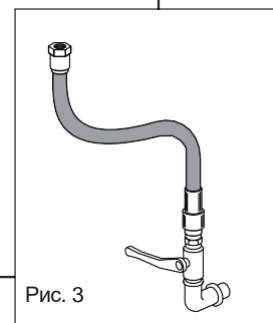

Рис. 3
На входе основной линии подачи газа должен быть установлен предохранительный клапан. Он должен легко определяться и находиться в пределах доступа для оператора (рис. 3)
- отверните винт подвода давления (рис.3);